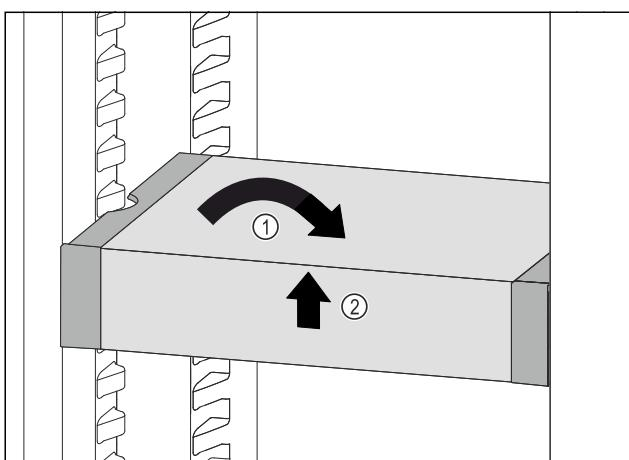

Fig. 49
- Poziționați drept VarioSafe. Fig. 49 (1)
- Ridicați în față VarioSafe. Fig. 49 (2)